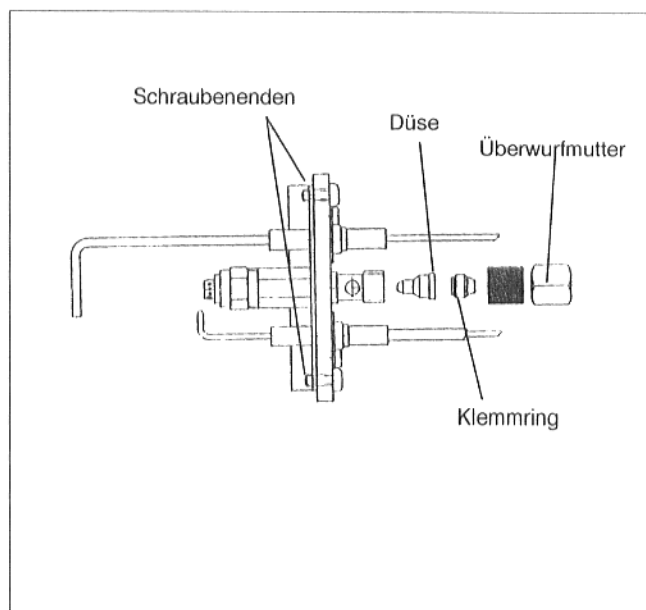

Abb. 5
- Überwurfmutter Zündgasbrenner lösen, Zündgasdüse herausnehmen und Kennzeichnung (7) überprüfen, danach Zündgasdüse wieder einstecken (Abb. 5).
- Überwurfmutter über 4 mm Zündgasleitung schieben, Klemmring anbringen (Abb. 5) und festschrauben.
\*) Eventuell an den Stellen wo die beiden Schraubenenden auf den Wärmeschutz treffen, ist etwas Material vom Wärmeschutz mit einem Messer oder Ähnlichem zur besseren Paßgenauigkeit zu entfernen (Abb. 5).